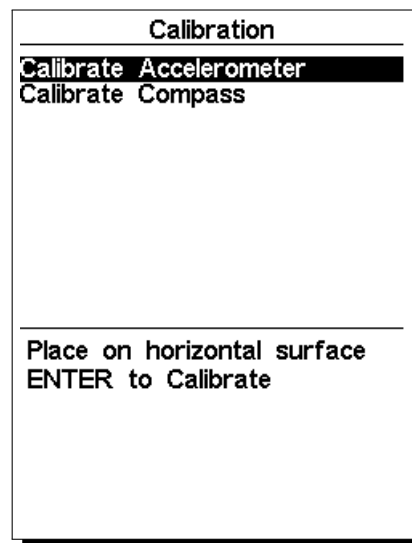

FIGURE 8.1 – Option du menu « Calibrate Accelerometer » (Calibrer l'accéléromètre)
1. Aller dans Menu->Réglages->Calibration (Calibrage) et choisir l'option « Calibrate Accelerometer » (Calibrer l'accéléromètre) (voir Figure 8.1);